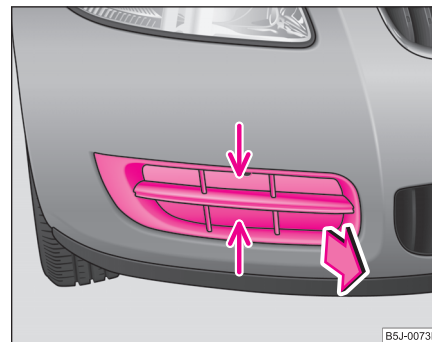

Fig. 175 Paragolpes delantero: rejilla protectora
- Coja la rejilla protectora por el punto indicado por una flecha y sáquela ⇒ página 259, fig. 175.